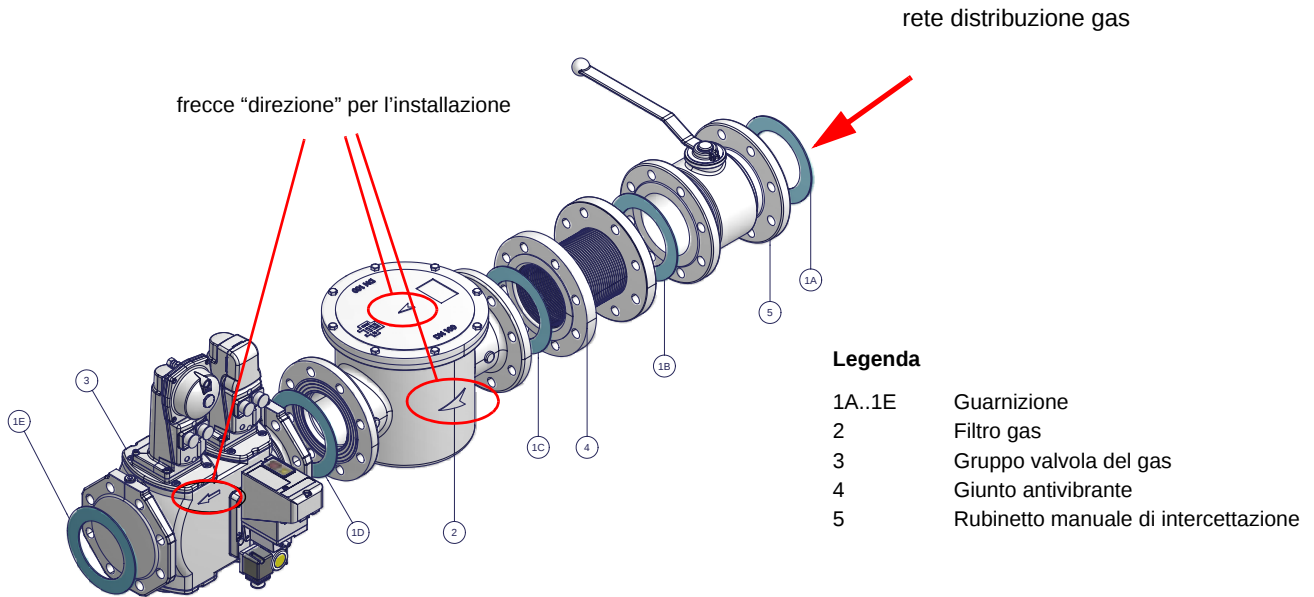

Fig. 4 - Esempio di rampa gas
- 1-b) nel caso di giunti flangiati: interporreátra un componente e l'altro, una guarnizione (n. 1A..1E - Fig. 4) compatibile con il gas utilizzato,
ATTENZIONE: una volta montata la rampa secondo lo schema riportato in Fig. 4, deve essere effettuata la prova di tenuta del circuito gas, secondo le modalit  previste dalla normativa vigente.
ATTENZIONE: una volta montata la rampa secondo lo schema riportato in Fig. 4, deve essere effettuata la prova di tenuta del circuito gas, secondo le modalità previste dalla normativa vigente.